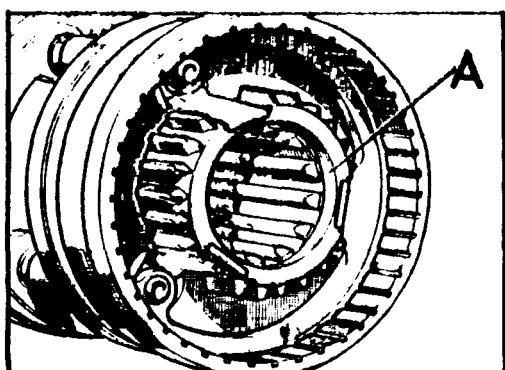

Fig. C-91 Mecanismo sincronizador
- 3.3. Montar el conjunto sincronizado en el eje principal, con la zona rebajada del núcleo interior hacia el piñón de 3^a velocidad (Fig. C-91).